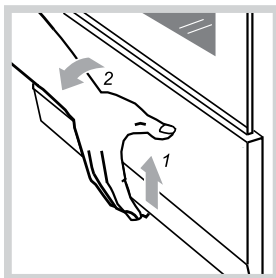

Рис. 12
- Плиты выпускаются двух исполнений: с выдвижным ящиком и с откидной дверцей. Чтобы открыть дверцу, ее нужно приподнять вверх и наклонить на себя (рис. 12).